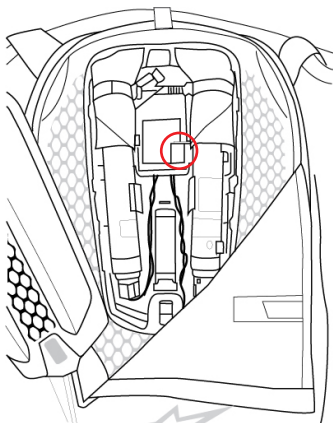

図 30： 出荷モードスイッチの位置
システムを発送するとき、ユーザーはシステムを発送モードにしなければなりません。これを行うには、ユーザーは電子ケース (16) を開け、図30 に示されているように SHIPPING モードスイッチ (14) を使用して、システムの電子機器にアクセスする必要があります。発送モードをオンに設定した後、白いボタンを上へスライドさせることで、ユーザーはシステムを発送することができます。通常システム機能に戻るには、ユーザーは、白いボタンを背面の底に向かって下へスライドさせることにより、発送モードをオフに設定する必要があります。